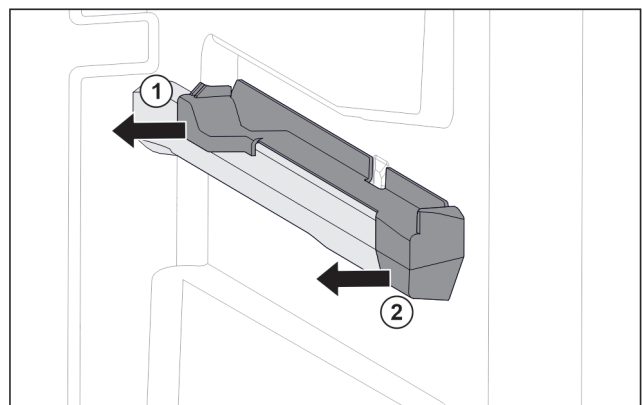

Fig. 76 Insteekelament op rechter containerrib
- ▶ Insteekelament achter naar de zijkant toe eraf trekken. Fig. 76 (1)
- ▶ Insteekelament voor naar de zijkant toe eraf trekken. Fig. 76 (2)